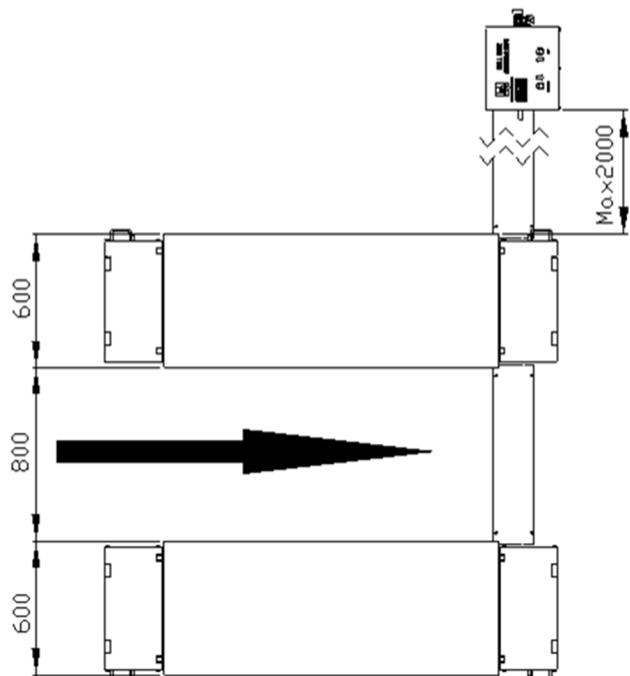

Abb. 3
1. Platzieren Sie folgend den Aufzug wie in Abb. 3 abgebildet. Setzen Sie die Fahrtrichtung des Aufzugs voraus und markieren Sie mit der Kreide ein Raster für die Grundposition.